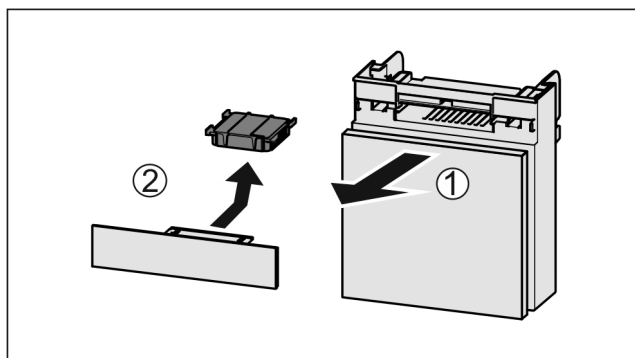

Fig. 233
- Zásuvku vytáhněte dopředu Fig. 233 (1).
- Filtr s aktivním uhlím vyjměte Fig. 233 (2).